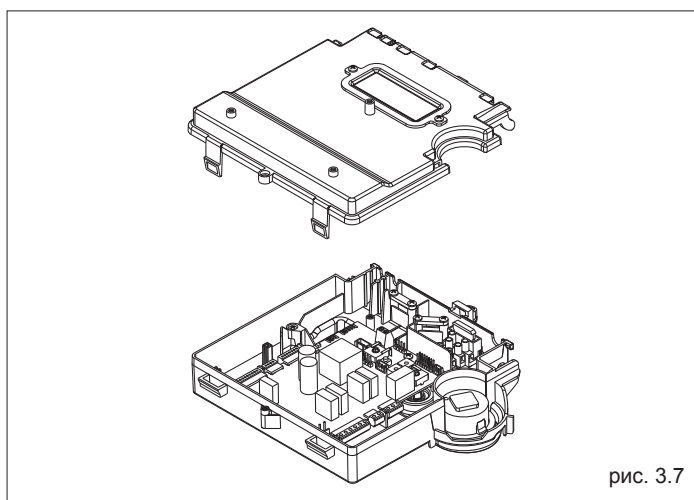

рис. 3.7
- отсоедините крышку, которая закрывает плату (рис. 3.7)